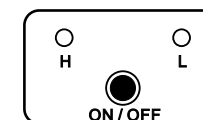

Abb.6
2. Arbeiten mit der Empfängerbox: (Abb. 6)